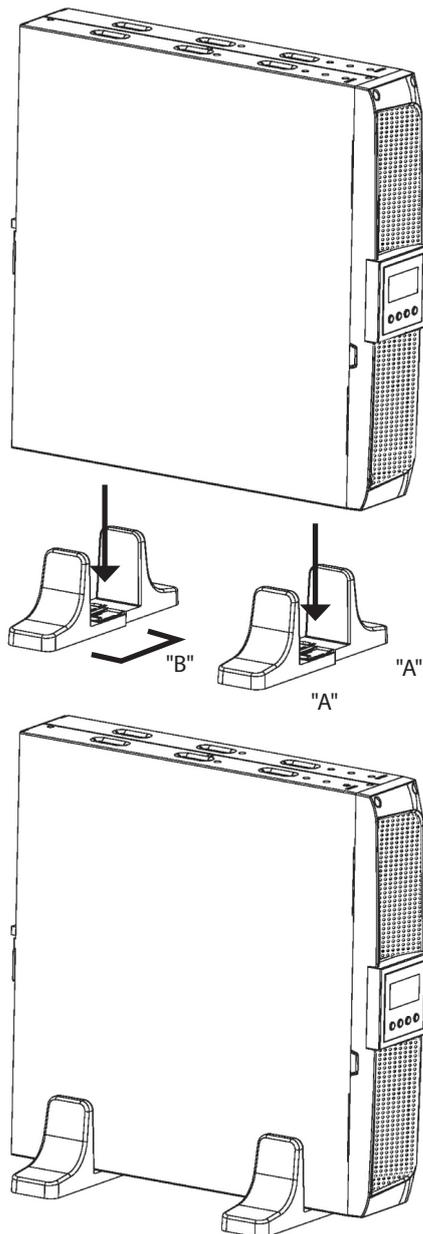

Abb. 7. Tower-Aufstellung.
- USV senkrecht in die Stützen "B" einsetzen (siehe Abb. 7).